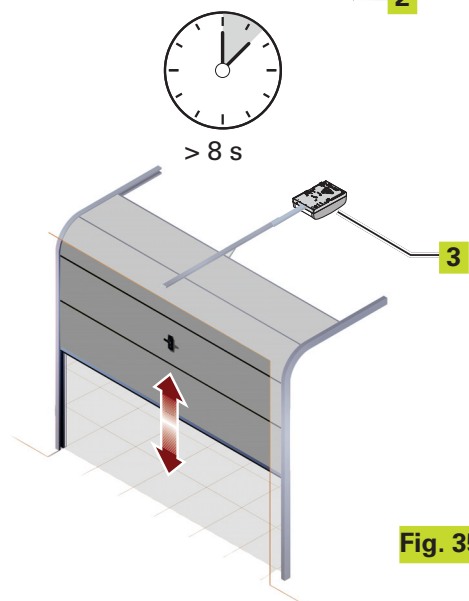

Fig. 35
- 1) Au bout de 8 secondes, l'opérateur effectue automatiquement une fermeture jusqu'à la détection de la butée. (Fig. 35 réf. ③)